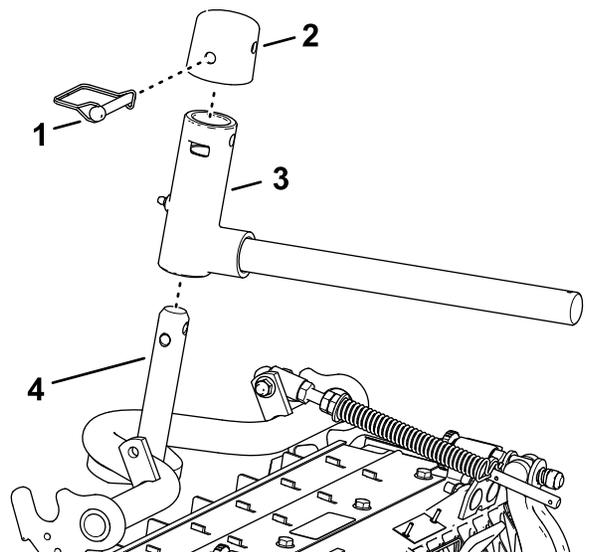

Figura 26
- Monte el brazo giratorio en el pivote del bastidor de tiro (Figura 26).